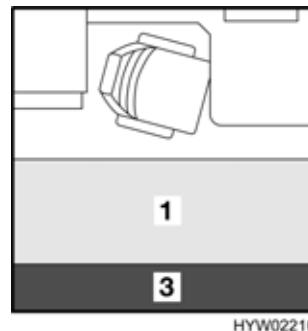

Bild 91 Nach dem Umbau
- Das Rückenpolster (Bild 91,3) zwischen das Sitzbankpolster und die Außenwand legen.